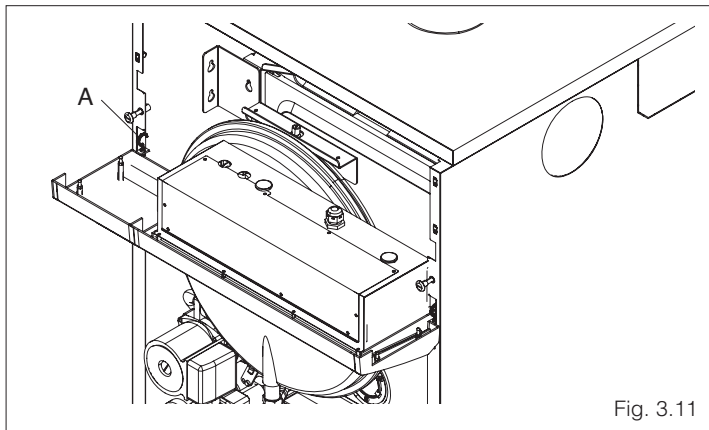

Fig. 3.11
- agganciarlo, ruotato di 90°, sui laterali della pannellatura utilizzando gli appositi agganci (A) (fig. 3.11)